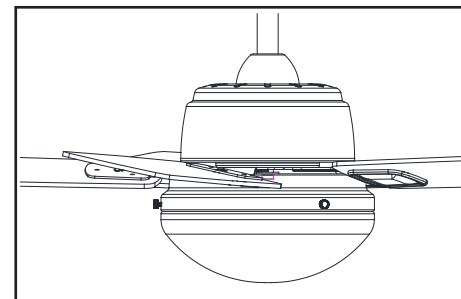

Figura 18
vidrio quede alineado con los orificios para tornillo en el borde exterior. (Figura 18)
7. Asegura la pantalla de vidrio apretando con los dedos los tres tornillos hasta que toquen la pantalla de vidrio. No aprietes demasiado los tornillos. (Figura 18)